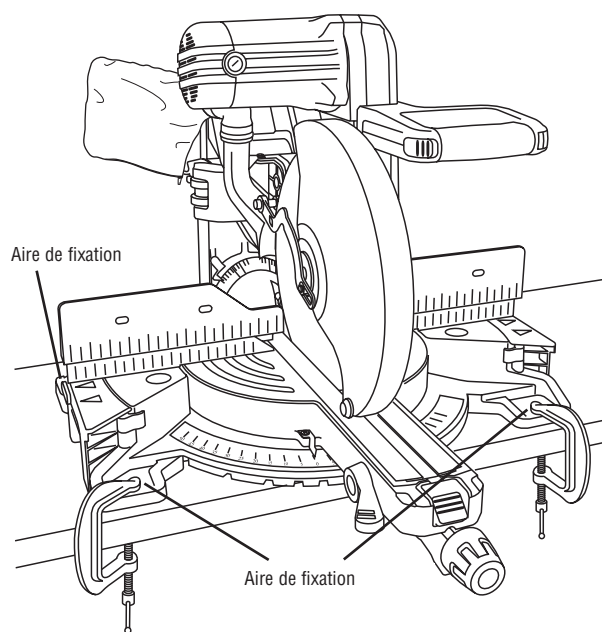

Figure 29. Montage temporaire au moyen de brides de fixation
- Placez au moins deux (2) serre-joints en C sur les surfaces de cramponnage et fixez solidement (Figure 29). Il y a des aires de fixation par des brides aux quatre coins de la scie.
- Faites attention de ne pas placer les serre-joints au-dessus des leviers de blocage des rallonges de l'embase (Figure 29).